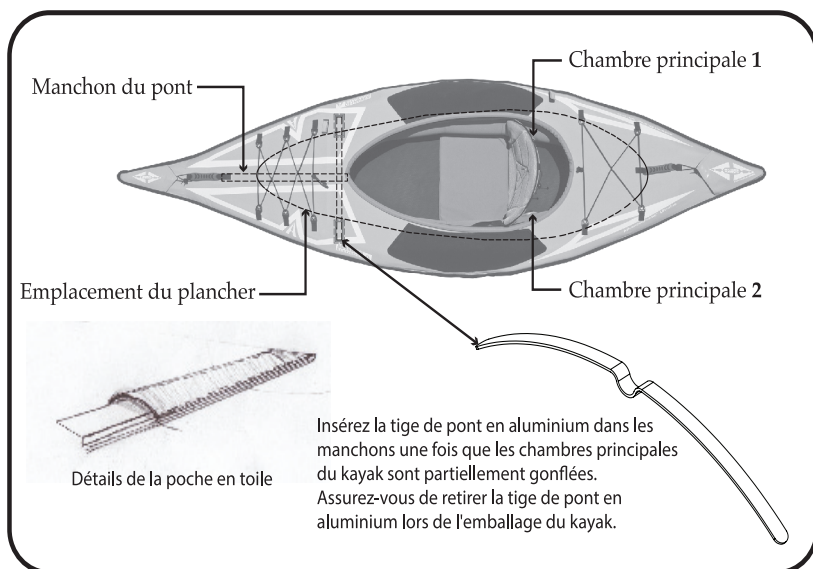

Figure 3. Chambres à air, Plancher et Installation de la tige de pont
4. Installez la tige de pont en aluminium dans le manchon situé sous le pont du kayak. (Voir la figure 3.)
5. Repérez les petites poches noires sur les manchons tubulaires des chambres principales et installez le rehausseur de pont en aluminium dans les poches. Orientez-le de sorte que l'encoche soit alignée sur la tige de pont. (Voir la figure 3.)